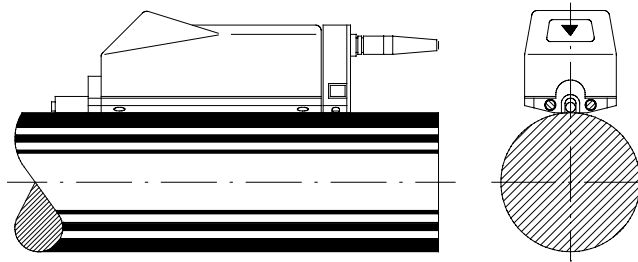

图 3.1
- (1) 清理干净被测工件表面。
- (2) 组装驱动器，将驱动器与主机连接。
- (3) 调整传感器与被测试工件成水平，并保证触针与工件表面垂直。如图 3.1 所示。